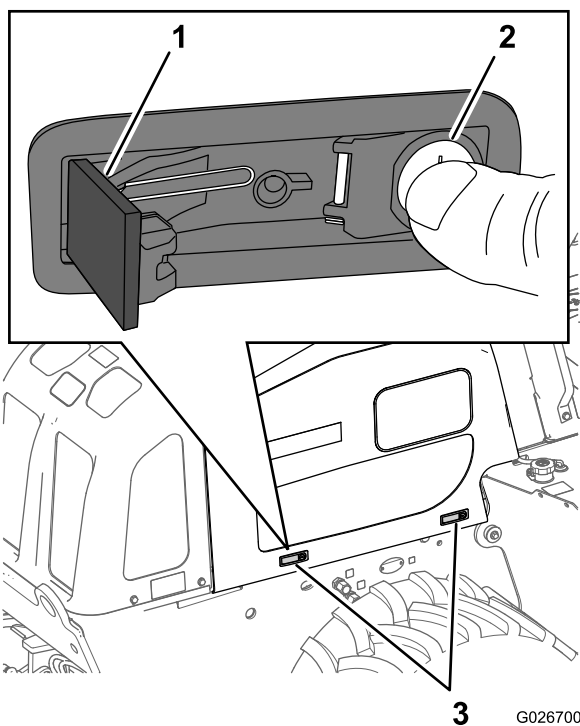

Figura 65
3. Pressione o botão da trava – a parte em que está o cilindro da fechadura (Figura 65).
4. Engate a trava empurrando sua alavanca para dentro (Figura 65).